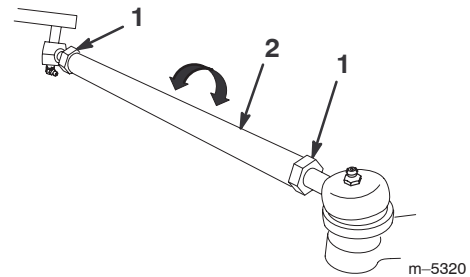

Bild 48
5. Sollte die Messung nicht im angegebenen Bereich liegen, lockern Sie zum Einstellen die Klemmmuttern an beiden Enden der Zugstangen (Bild 48).